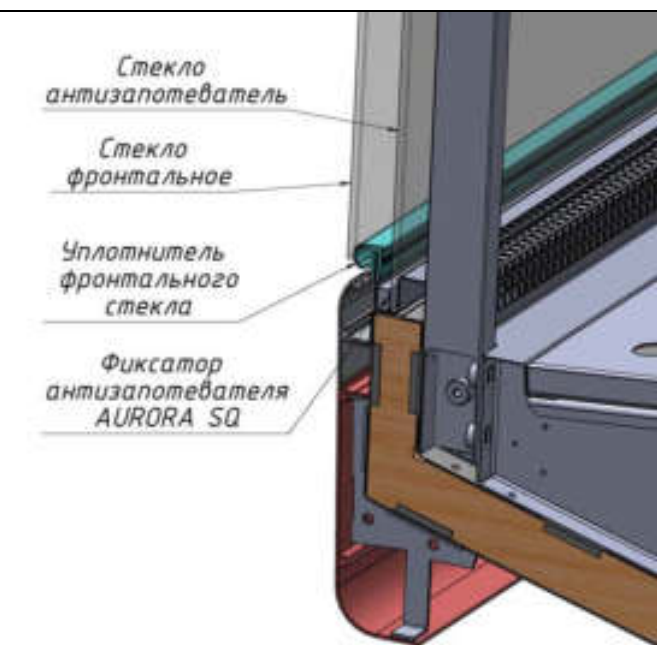

рис. 24
14. Установить между прижимом антизапотевателя и стеклом антизапотевателя - **Фиксатор антизапотевателя**. рис. 24